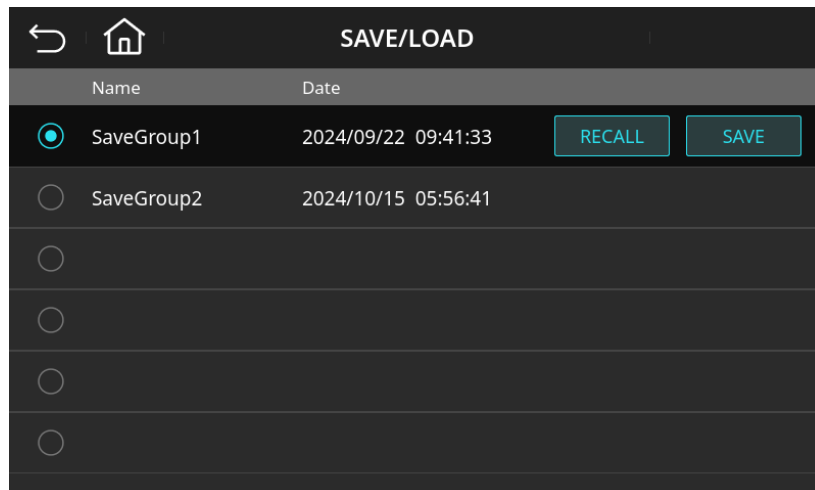

图 4-52 全机参数设定保存/加载(Save/Load)页面
2. 按下  后，在 SAVE 画面中点选 ，系统即将目前全机参数保存到内存 SaveGroup1，如图 4-52 所示。